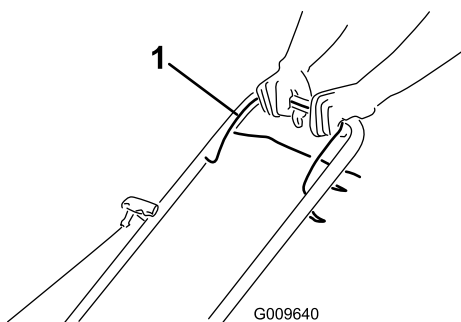

Figure 12
- Maintenez la barre de commande de la lame (Figure 12) contre le guidon.